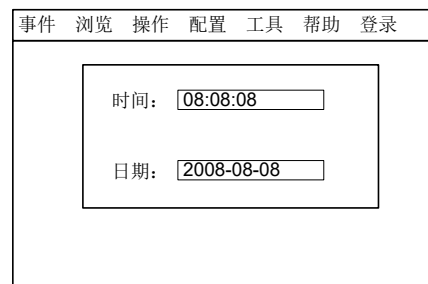

图 20-3
- 按“→”键选择“工具”子菜单（图 20-2），选择“设置时间”，然后按“OK”键，时间设置窗口显示（图 20-3）。